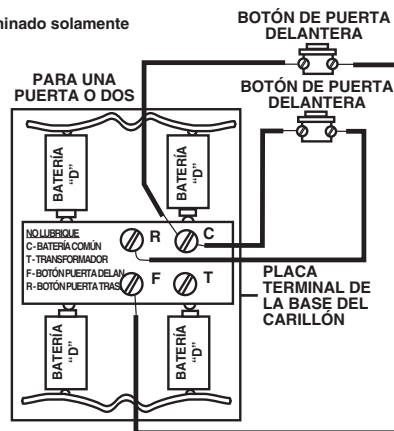

FIGURA 3
3. Pase los alambres según la Figura 3 para instalación con baterías.
Vea Figura 3. Conecte alambres del botón los tornillos del terminal marcados Delantera, Común, Trasera.